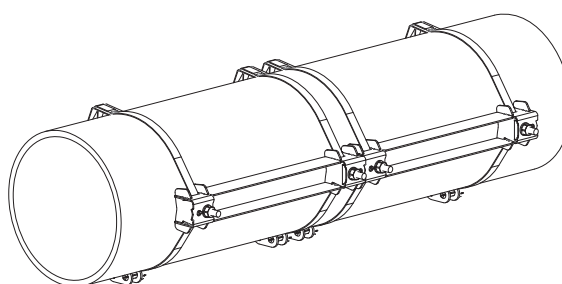

Fig. 9.26: Tubo con dos raíles
- Repetir los pasos para la fijación del segundo raíl (véase Fig. 9.26).